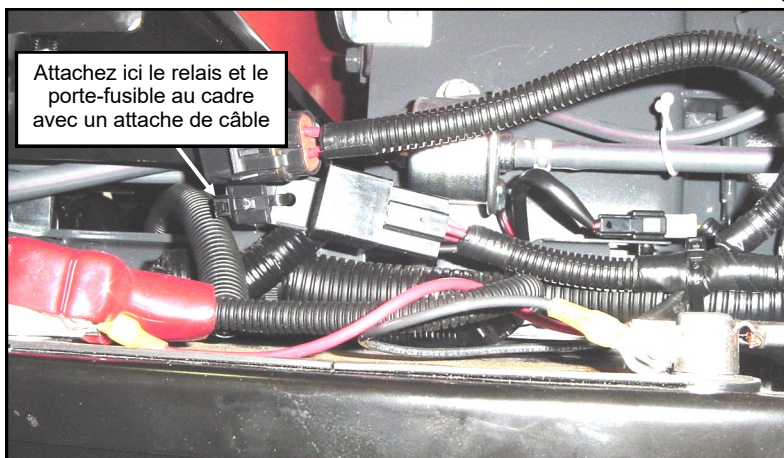

Figure 2.2 : Connexion du faisceau du relais à la batterie
2.2 Avec un attache de câble, attachez le relais et le porte-fusible du faisceau du relais à un trou dans le cadre, au-dessus et à l'avant de la batterie, comme illustré à la figure 2.2.